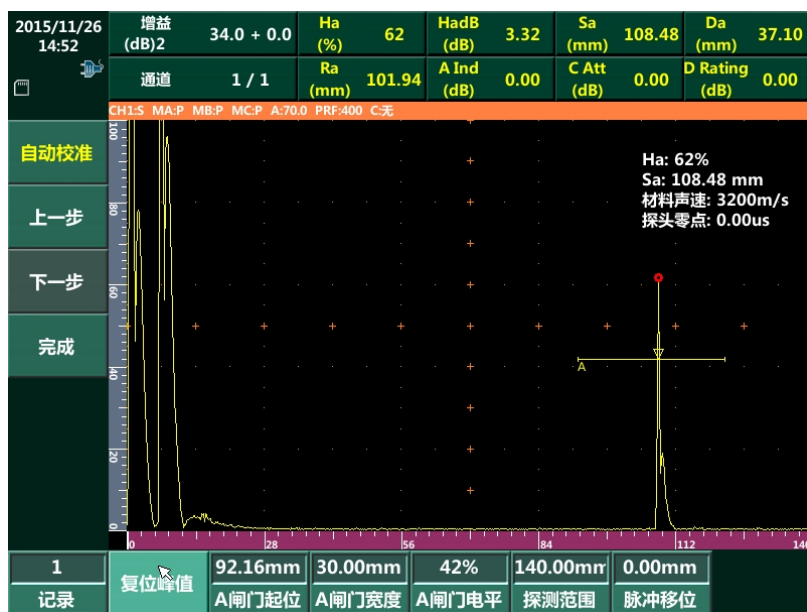

图 2-20 参考点 2 记录
- 5) 移动探头得到参考点 2 的回波, 如图 2-20 所示。参照步骤 4) 的操作方法, 得到参考点 2 的最高波并按“记录”, 完成参考点 2 的记录。